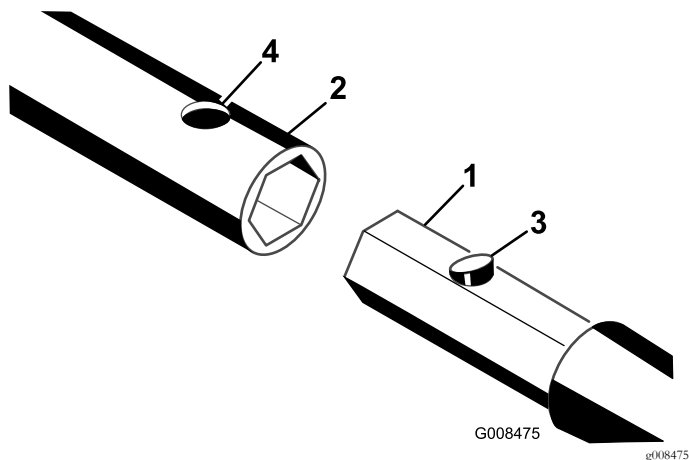

Рисунок 3
2. Введите шестигранный вал штока, буровой насадки или расширителя в гнездо. Совместите отверстие в гнезде с фиксатором с кнопкой (Рисунок 3).
3. Нажмите кнопку фиксатора и вставьте вал в гнездо, пока соединитель не войдет в отверстие гнезда (Рисунок 3).